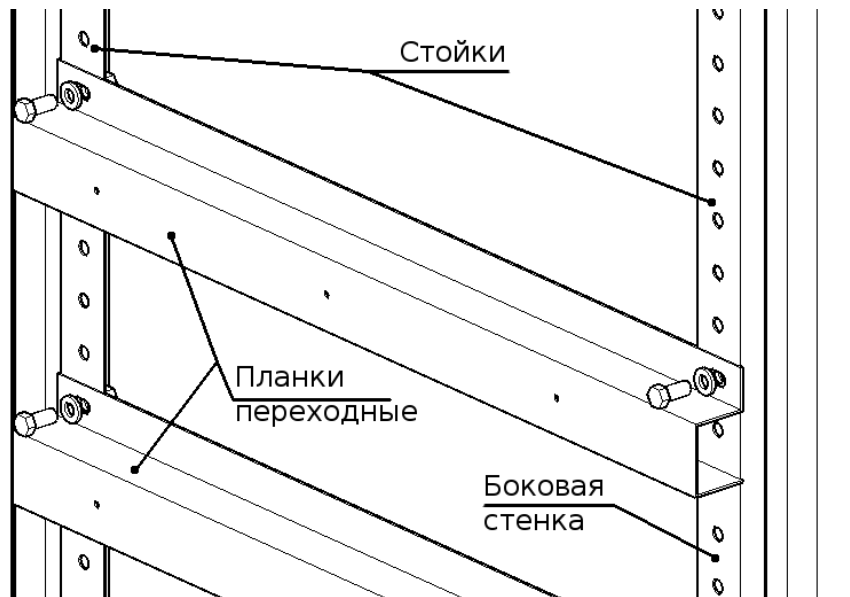

Рис. 3. Установка планок переходных.
3. На нужной вам высоте закрепите планки переходные для выдвижных ящиков. Если в шкаф устанавливаются несколько выдвижных ящиков, то для каждого последующего ящика число прогалов между отверстиями для крепления планок переходных на стойках должно быть не менее 9. Крепление планок переходных к стойкам осуществляется с помощью болтов М6, гаек М6 и шайб Ø6 мм (рис. 3).